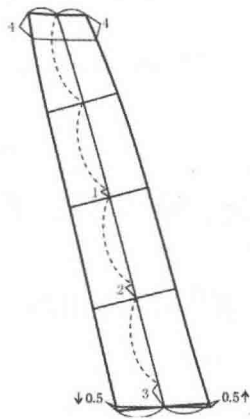
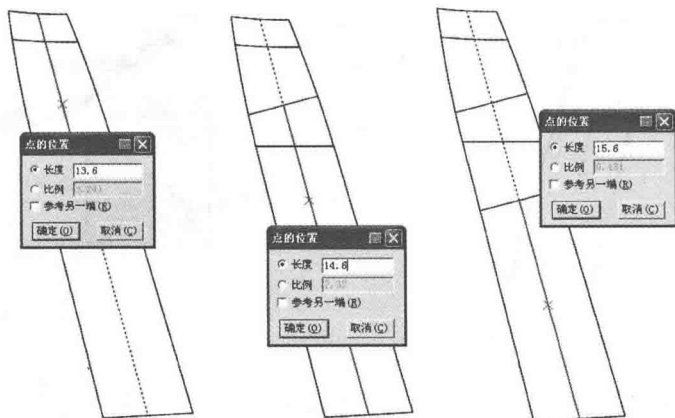

图6-51 裁片分割示意图
图6-52 分割裁片步骤1
⑨选择【智能笔】工具，按住【Shift】键，出现三角板光标从一点拖至另一点。（注：每个裁片从上至下累计长 1cm，计算公式： $X + (X+1) + (X+2) + (X+3) = \text{线长 } 60.6\text{cm}$ ，最终计算结果是第一块裁片长 13.6cm，第二块裁片长 14.6cm，第三块裁片长 15.6cm，第四块裁片长 16.6cm。）（图 6-51、图 6-52）。